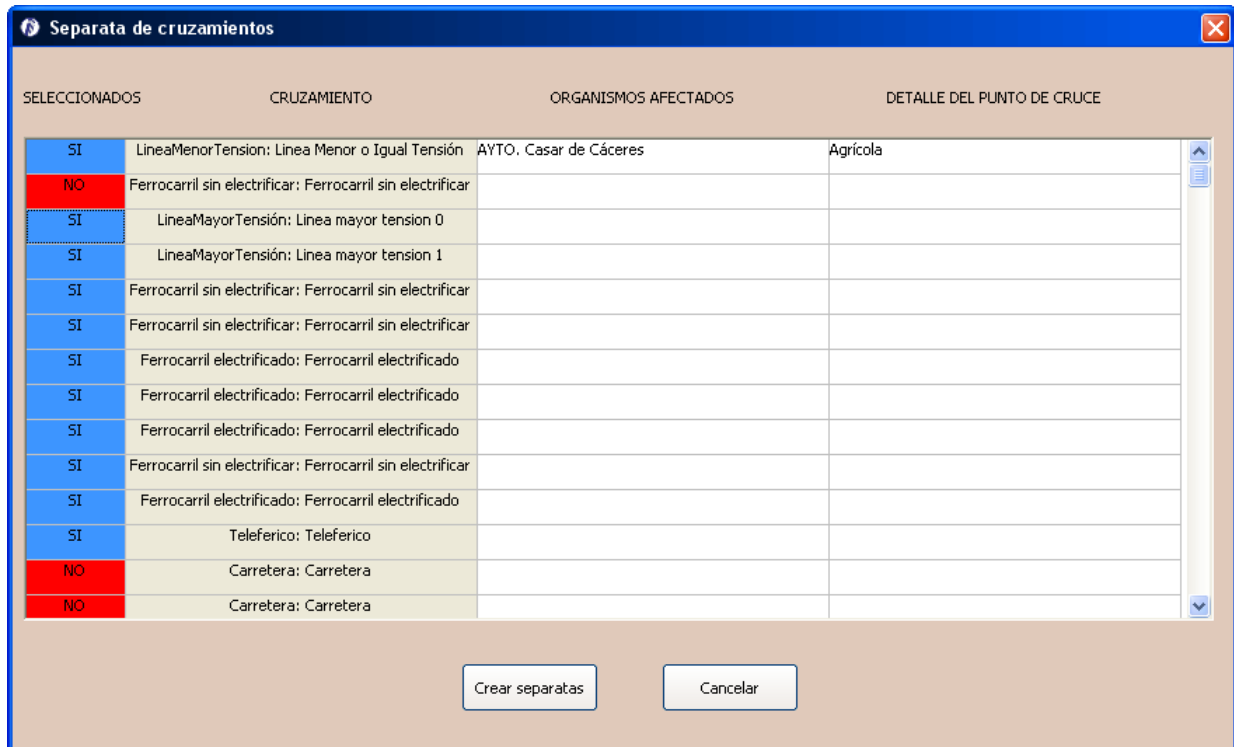

Figura 8.13. Configuración de las separatas
- Separatas de cruzamiento. Al seleccionar separatas de cruzamientos nos aparece el listado (Figura 8.13) de los cruzamientos que hay en la línea pudiendo exportar los que marquemos. Si hay algún organismo afectado por el cruzamiento lo indicamos para que se incluya en la separata detallando el punto de cruce. Una vez hecho esto pulsamos en *crear separatas*.